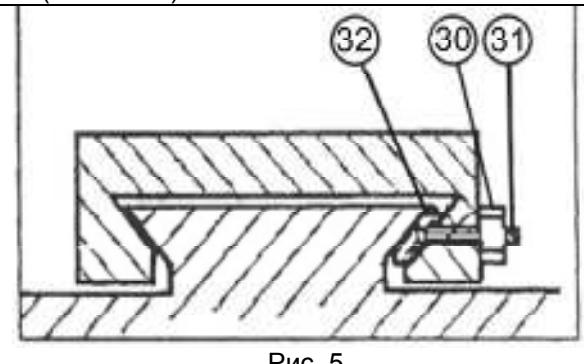

Рис. 5
9.1.1. Равномерно ослабьте все контргайки (30) и винты (31) клина (32), Рис. 5. Закручивая винты (31), Рис. 5, прилагайте одинаковый крутящий момент к каждому винту. Необходимо удерживать стол (2), Рис. 3.
9.1.2. Если движение затруднено, вывинтите каждый регулировочный винт (31) только на одну четвертую оборота и затяните контргайки (30), Рис. 5.
9.1.4. Если движение слишком свободное, заверните все регулировочные винты (31) на одну восьмую оборота и затяните контргайки (30), Рис. 5. Проверьте еще раз плавность и равномерность продольного перемещения стола.
9.1.5. Затяните все контргайки (30), соблюдая осторожность, чтобы не сместить регулировочные винты (31) клина (32), Рис. 5.